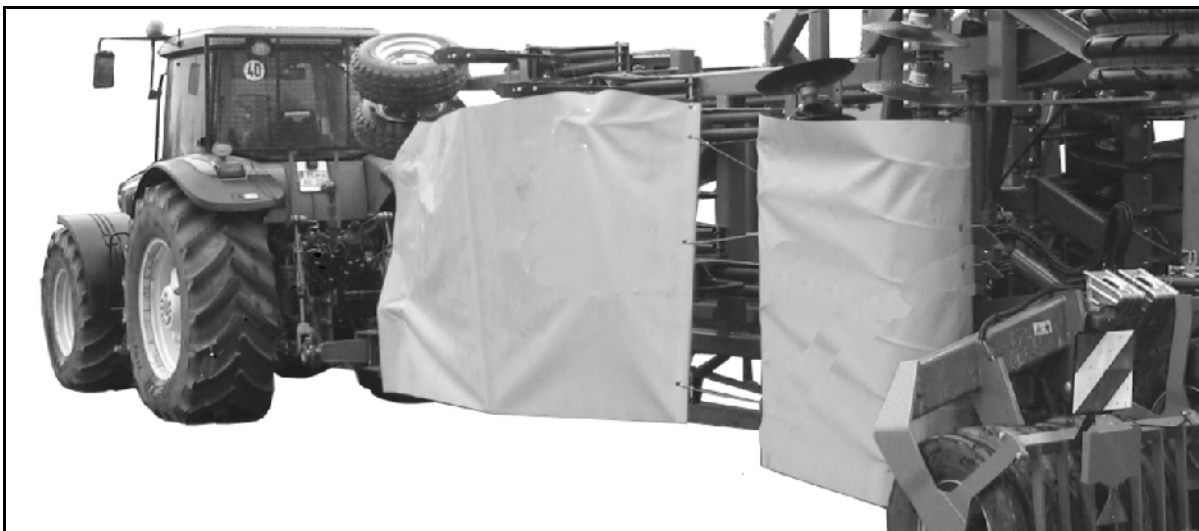

Fig. 8
- Overtræk til vejtransport (Fig. 8/1).